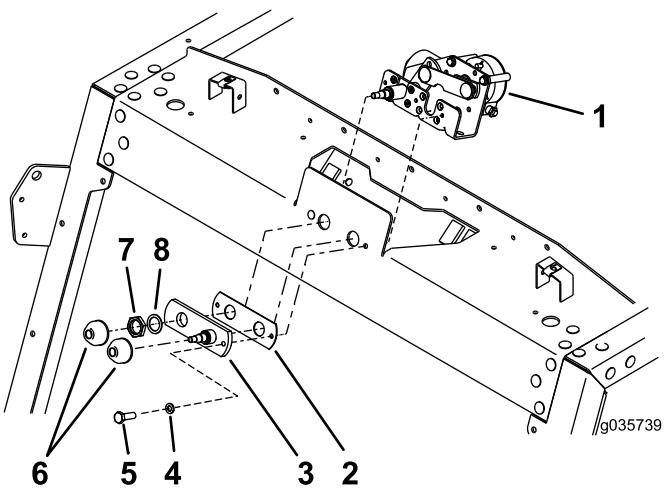

Figura 2
- Retire o parafuso e anilha de bloqueio do conjunto do eixo (Figura 2).
- Retire as tampas de plástico, porca de retenção, anilha, conjunto do eixo e junta do motor do limpador para-brisa (Figura 2).
- Empurre o eixo do motor através do furo da cabeça superior (Figura 2).
- Instale a junta e conjunto do eixo com o parafuso e anilha de bloqueio para segurar o motor no sítio (Figura 2).